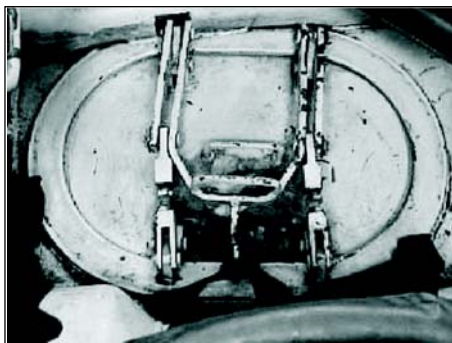

Fig 3-14. Escotilha de emergência
(8) Escotilha de emergência. (Fig 3-14)